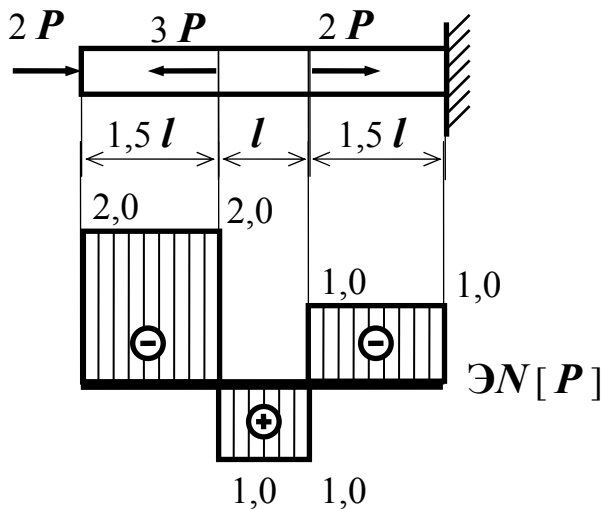

Рис. 4
1. Расчетная схема стержня показана на рис. 4.
2. Анализ нагруженности стержня. Построим $\mathcal{E}N$ (см. рис. 4).